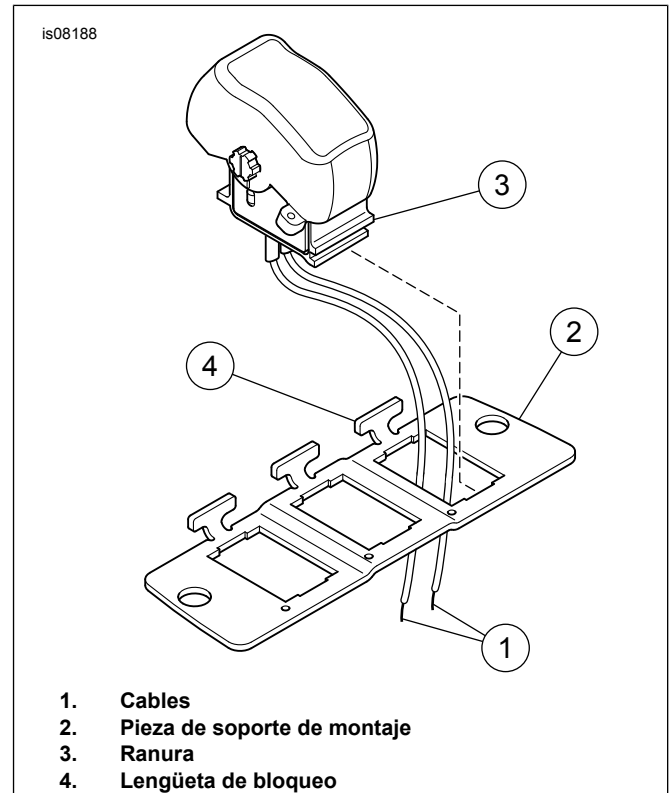

Figura 1. Instalación del interruptor basculante en la pieza de soporte de montaje
6. Vea Figura 1. Pase los cables del interruptor (1) a través de la abertura en la pieza de soporte de montaje (2) y enganche la ranura (3) de la parte inferior del interruptor al borde de la abertura opuesta a la lengüeta de bloqueo (4). Asiente el interruptor en la abertura.